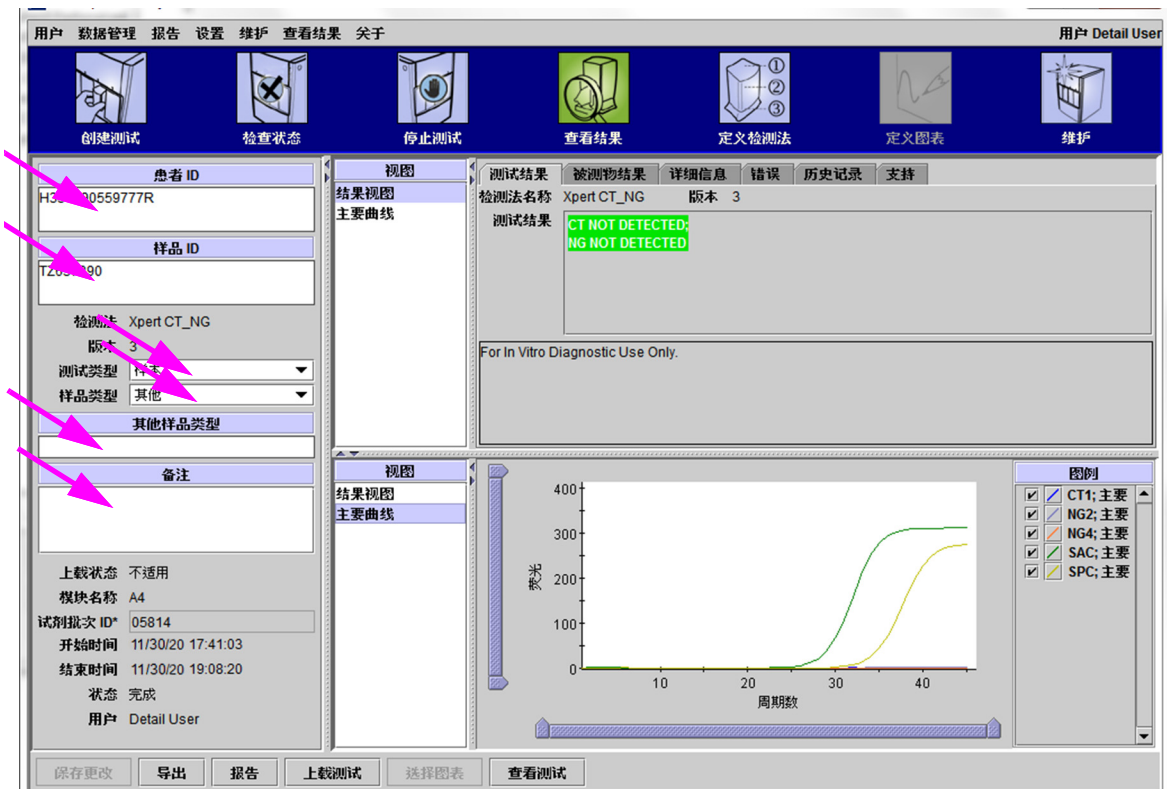

图 5-47. GeneXpert Dx “查看结果”窗口 —（Detail 用户和管理员视图）
对于每个测试，可以编辑“患者 ID”和“患者 ID 2”（如果启用）、“样品 ID”、“测试类型”、“样品类型”、“其他样品类型”和“备注”。要执行该操作，请在“查看结果”窗口（参见图 5-47）中，编辑“样品 ID”、“测试类型”、“样品类型”、“其他样品类型”和“备注”（参见图 5-47）。
- 1. 在“GeneXpert Dx System”窗口中，单击菜单栏上的**查看结果**。出现**测试结果**选项卡。参见图 5-47。